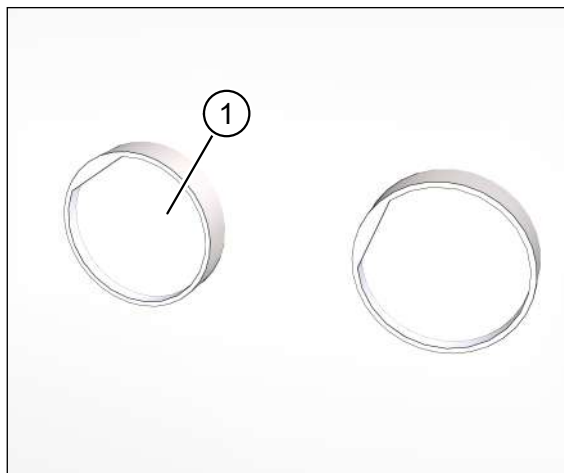

Fig. 40: Intonacatura dell'esterno del set di montaggio
- ▶ Rimuovere le due guaine di protezione dall'intonaco (pos. 1 nella Fig. 40).